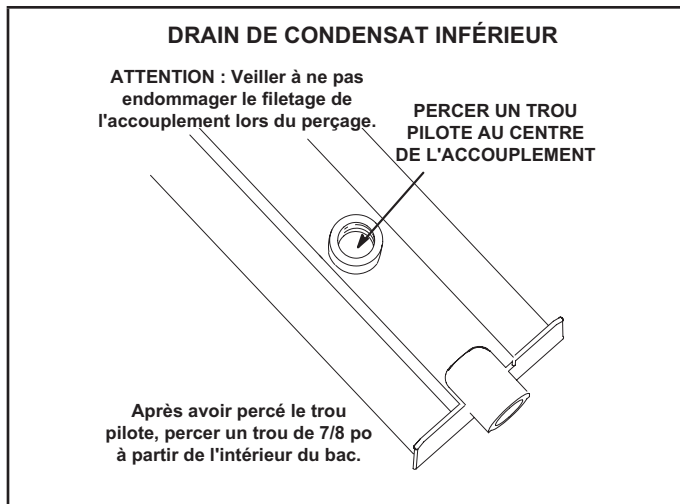

FIGURE 8
- 6 - Retourner le bac de drainage et percer un avant-trou à travers le fond du bac de drainage au centre du raccord. Voir FIGURE 8.